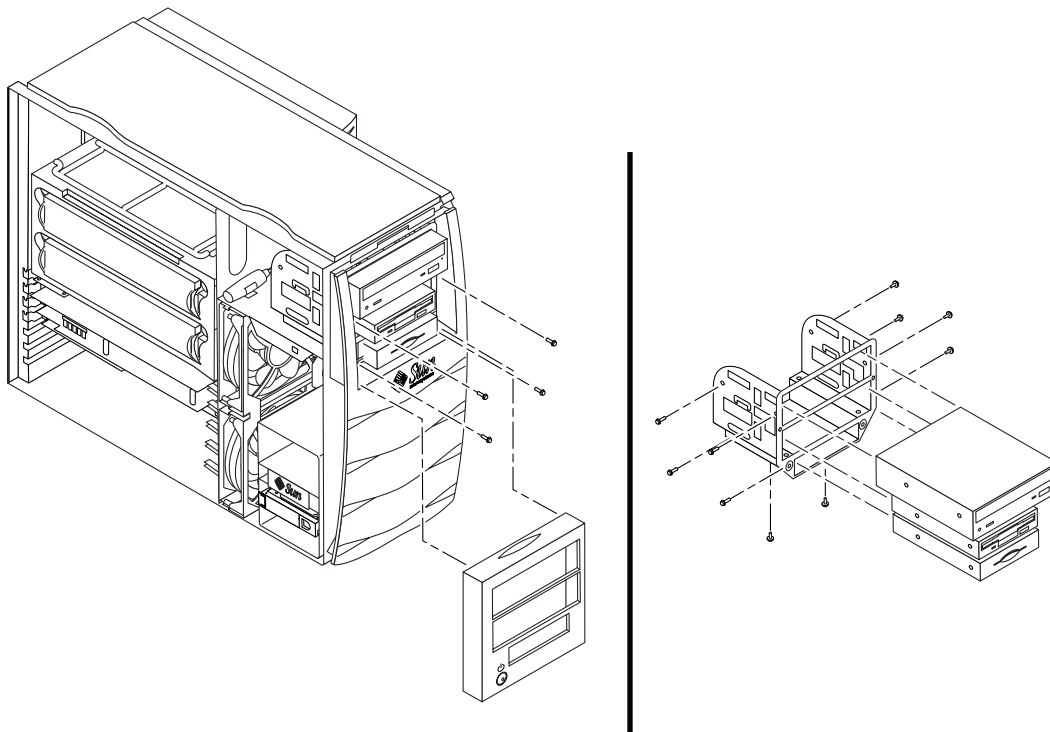

FIGURE 13 Installation de lecteurs périphériques supplémentaires
2. Retirez l'unité périphérique de la manière suivante (reportez-vous à la FIGURE 13) :